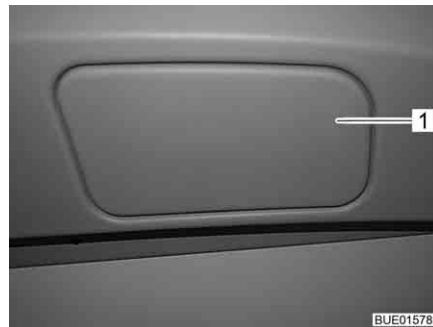

Fig. 34 Cobertura do desbloqueador de emergência
- Levante a cobertura (Fig. 34,1) do desbloqueador de emergência no tejadilho da cabina do condutor com um objeto chato (por ex., uma moeda).